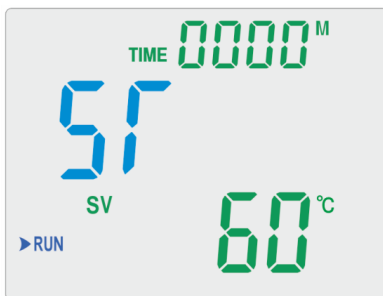

Рисунок 4
8.2.2. Снова нажать кнопку «НАСТР», регулятор перейдёт в режим установки таймера (Рисунок 4). При этом в средней строке дисплея отображается